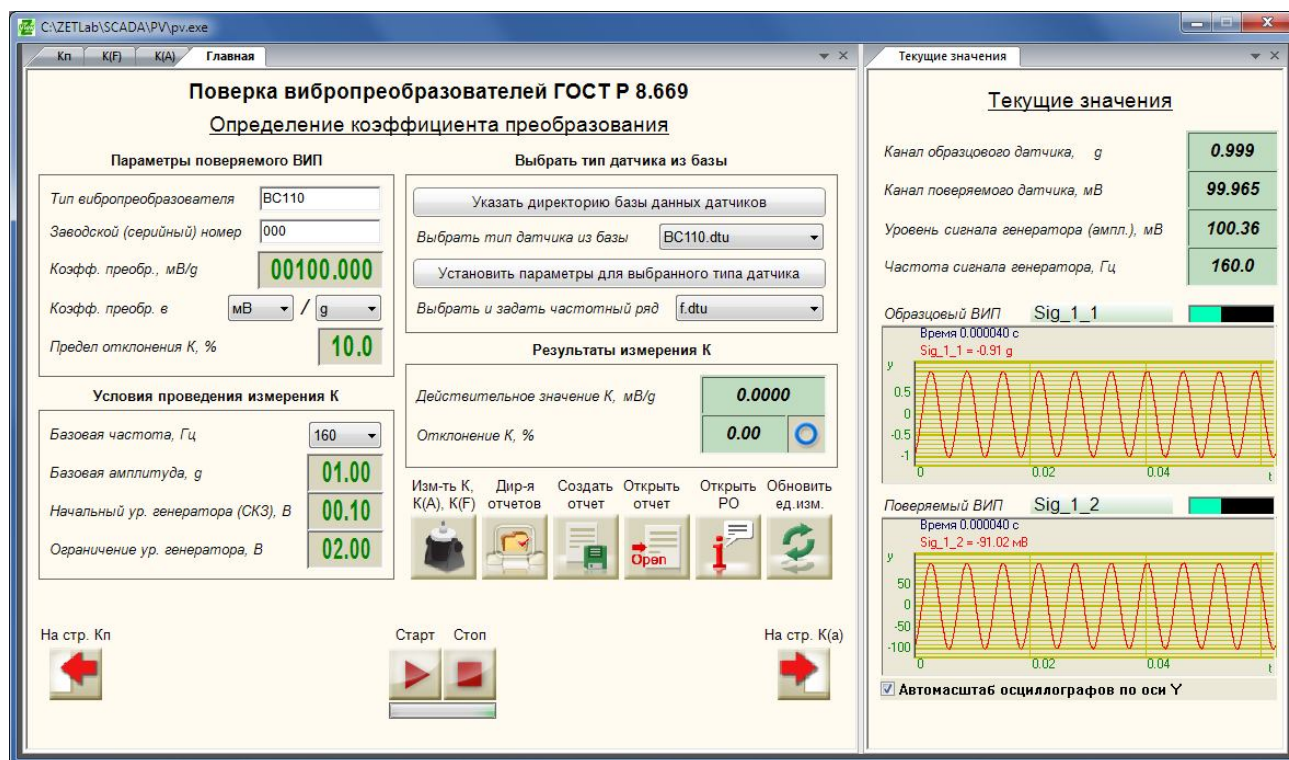

Рисунок 8.4 – Определение действительного значения коэффициента преобразования
8. Запускают проверку действительного значения коэффициента преобразования (кнопка ). При этом под кнопками «Старт» и «Стоп» отобразится индикатор процесса, а на вкладке «Текущие значения» отобразятся показания вольтметров по образцовому и измерительному каналам, напряжение и частота генератора, осциллограммы и интегральные уровни сигналов с вибропреобразователей (Рисунок 8.4).